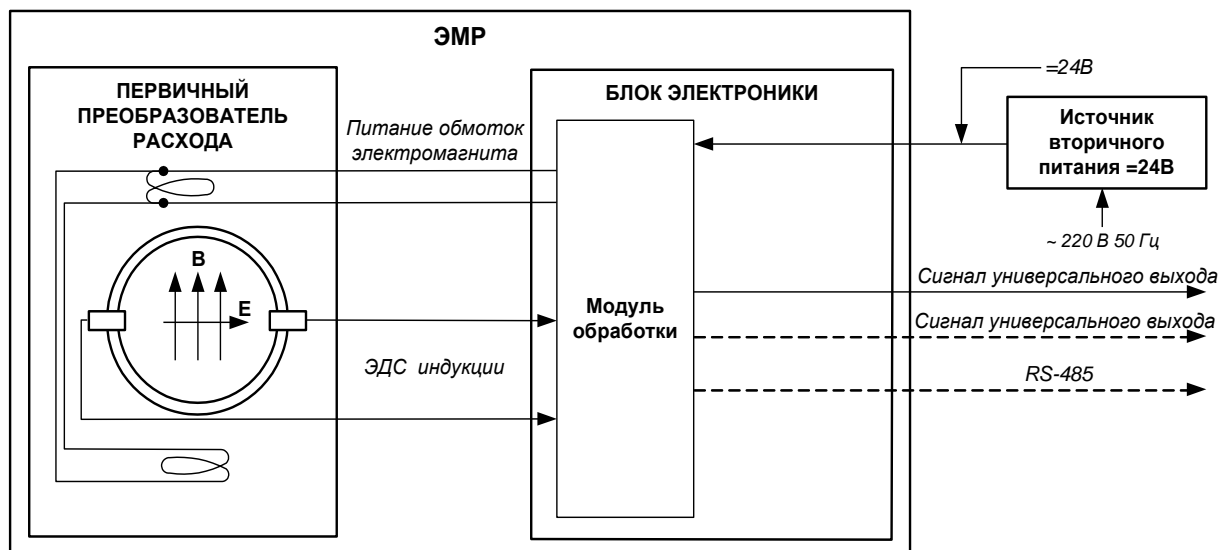

Рисунок 1 - Структурная схема расходомера
1.5.1.1 Принцип работы расходомера основан на измерении электродвижущей силы (ЭДС) индукции, возникающей в объеме электропроводящей жидкости, движущейся в магнитном поле, создаваемом электромагнитной системой в сечении канала первичного преобразователя расхода (рисунок 1).